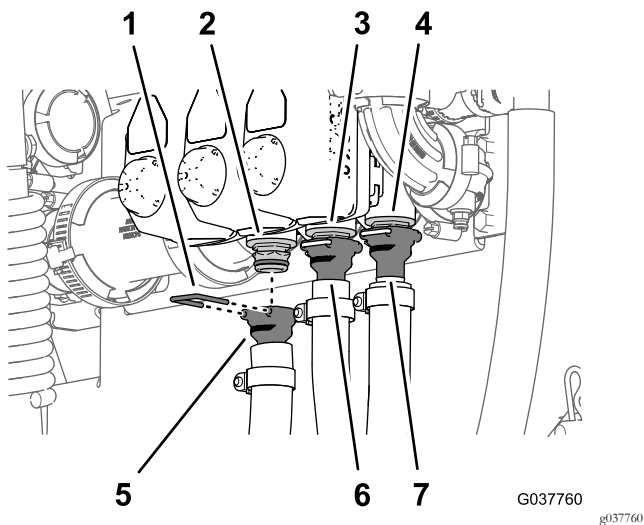

Рисунок 84
2. Установите прямой штуцер типа «елочка» шланга подачи левой секции стрелы на быстроразъемный штуцер клапана левой секции стрелы (Рисунок 84).
- Закрепите прямой штуцер типа «елочка» на быстроразъемном штуцере с помощью держателя, поставляемого вместе с шлангом (Рисунок 84).